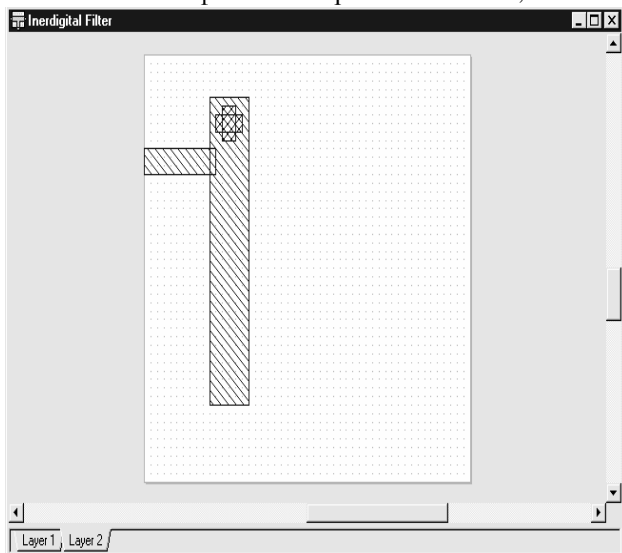

Рис. 4.8
7. Нажмите клавишу **Tab**, чтобы отобразить диалоговое окно **Enter Coordinates**. Снимите галочку в переключателе **Re**, чтобы установить абсолютные координаты. Введите **2.2** в поле  $x$ , введите **1.8** в поле  $y$  и нажмите **ОК**. Новая электромагнитная структура показана на рис. 4.8.